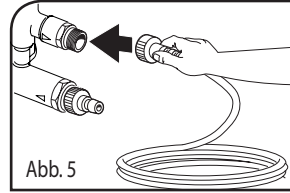

Abb. 5
1. Den Hochdruckschlauch an den Hochdruckausgang der Maschine anschließen (Abb. 5).